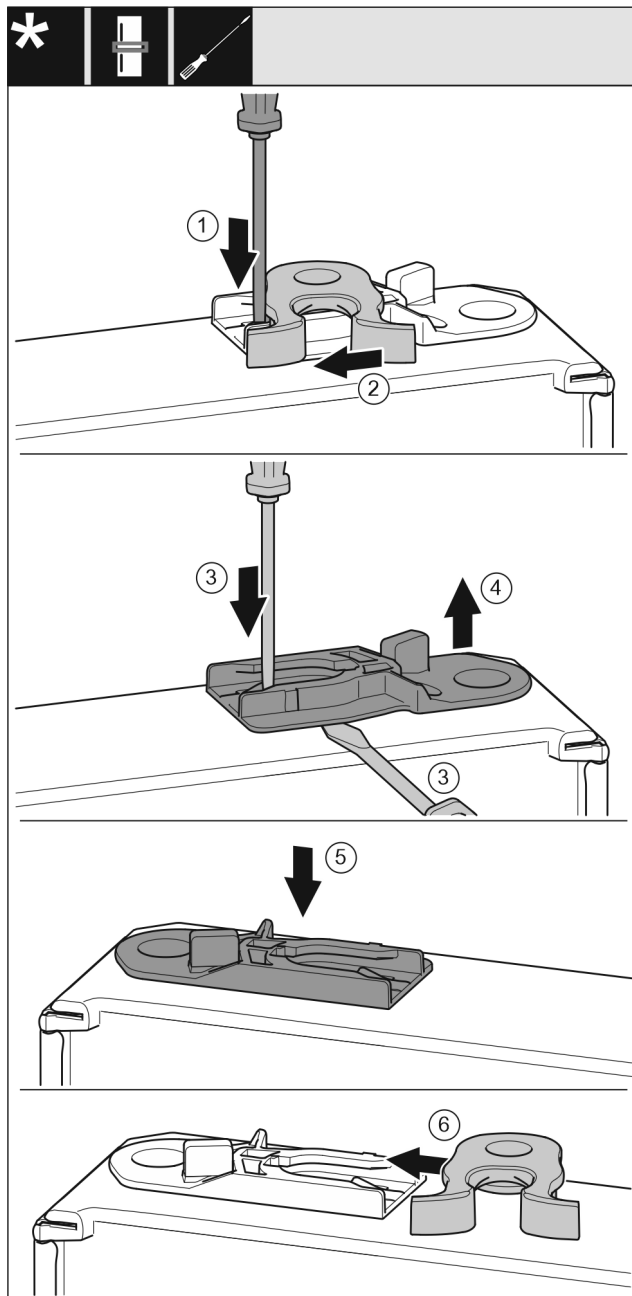

Fig. 28
- ▶ Plochým šroubovákem přitlačte lamelu dolů. Fig. 28 (1)
- ▶ Vytáhněte petlici z vedení. Fig. 28 (2)
- ▶ Vytáhněte vodící pouzdro: Stiskněte lamelu plochým šroubovákem a současně jím zajeďte pod vodící pouzdro. Fig. 28 (3, 4)
- ▶ Vodící pouzdro, které je součástí rozsahu dodávky nasuňte na druhé straně skříně. Fig. 28 (5)
- ▶ Zasuňte petlici do vedení. Fig. 28 (6)